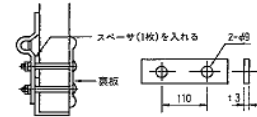

図16
- ハ. 木製アオリ戸の場合は、スペーサ(貴社にてご用意下さい)をつけて下さい(図16参照)。